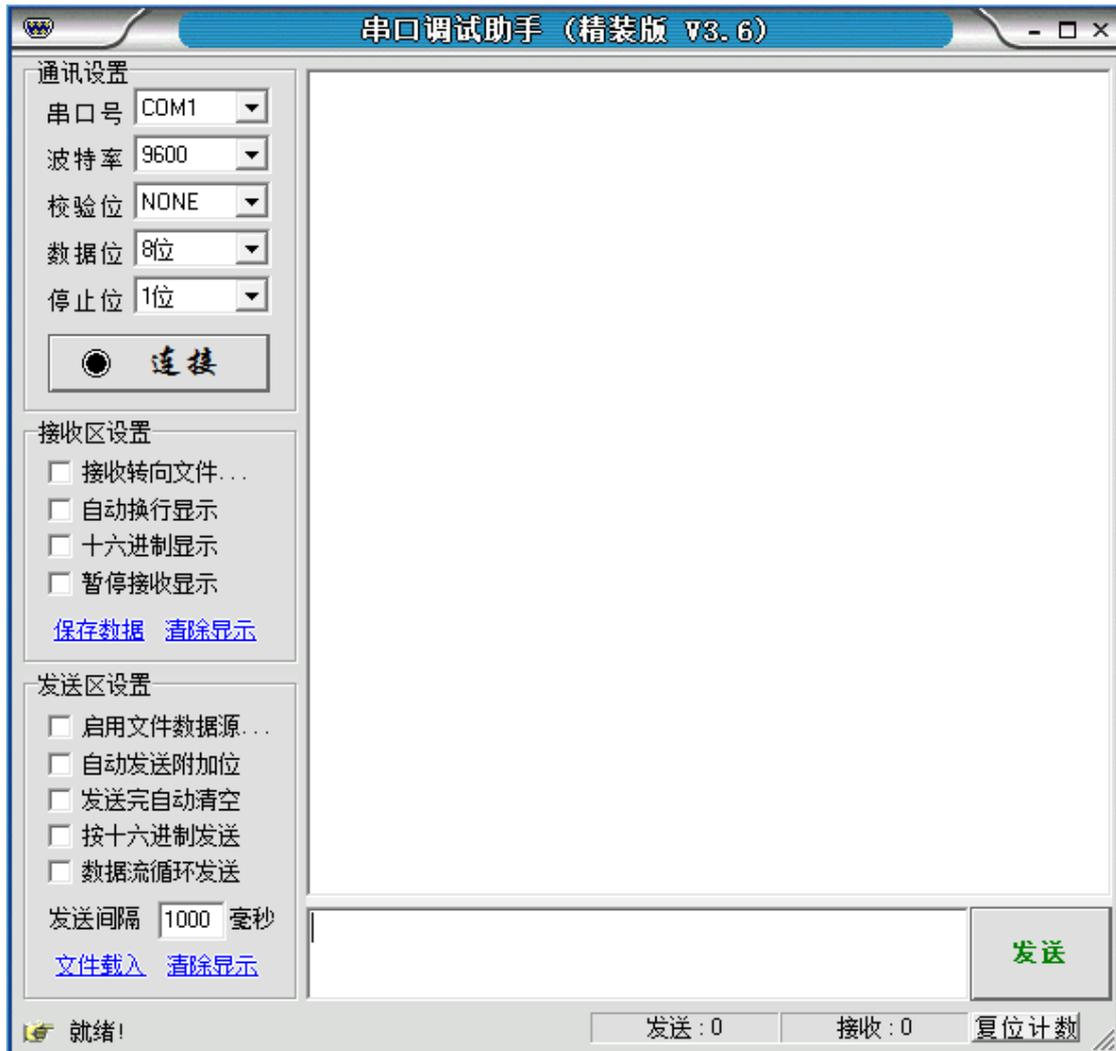

图107. 打开的软件界面
3. 打开光碟中 uart 文件夹，双击 UartAssist.exe 文件，弹出软件界面如图 107：